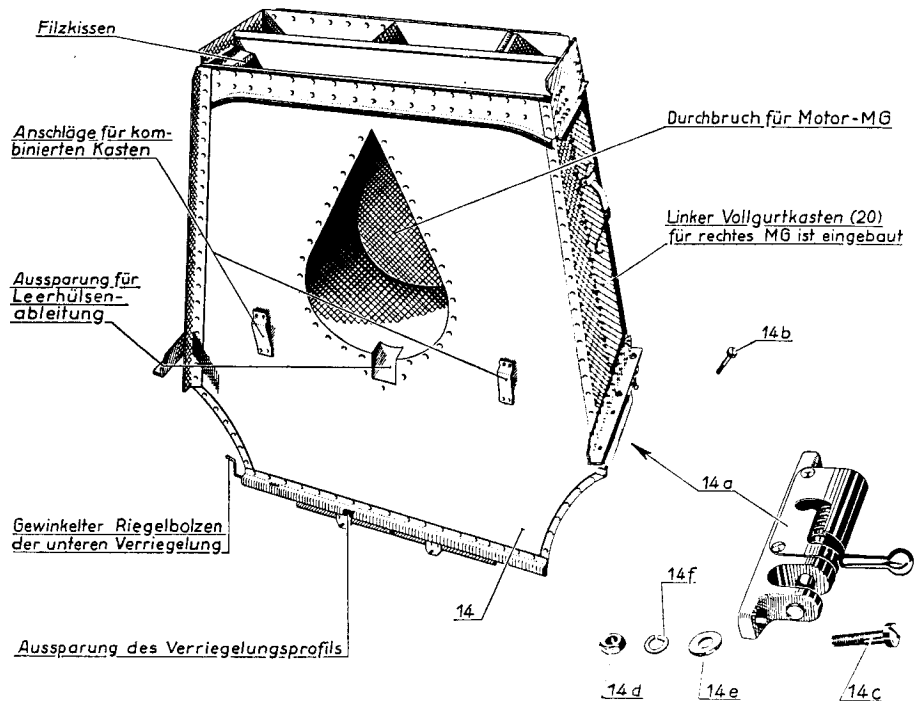

Abb. 11: Kastenrahmen mit Zubehör, von vorne.
Außer ihrer Verriegelung sind die beiden Vollgurtkästen (20, 21) noch durch je ein Filzkissen (Abb. 11) geführt, die im Innern der beiden oberen Seitenwand-Versteifungsbleche des Kastenrahmens (14) mittels Holzbügeln angebracht sind.